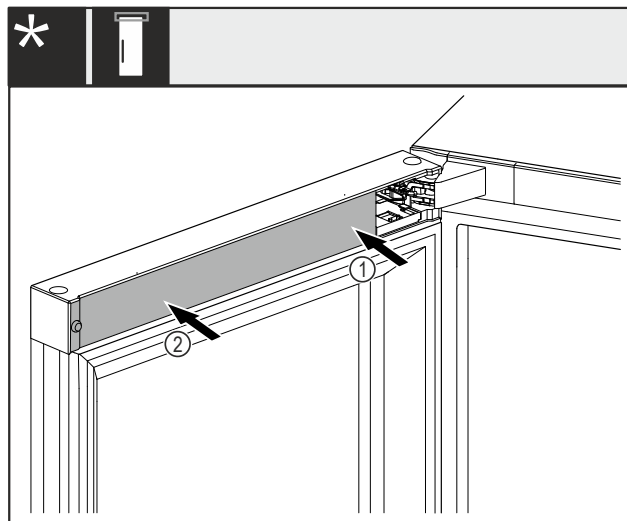

Fig. 50 *
- ▶ Remettre en place et enclencher le cache Fig. 50 (1) en commençant par le côté support de palier.*
- ▶ Mettre ensuite en place et enclencher le cache Fig. 50 (2) côté extérieur.*